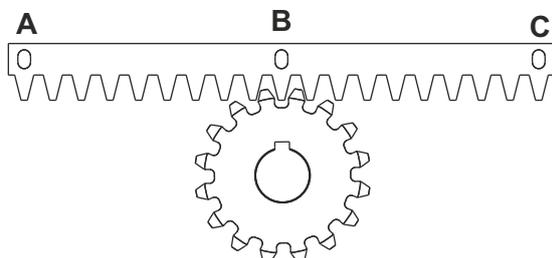
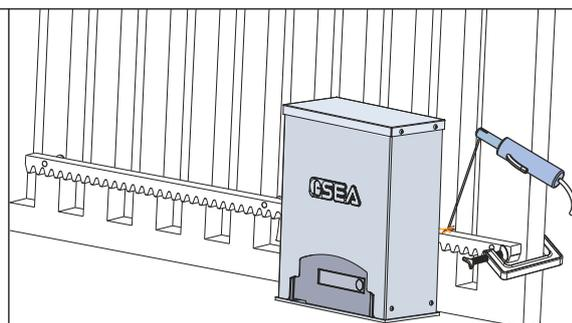

Fig. 9
Fig. 10
5.3. Placer l'élément de crémaillère sur le pignon denté de l'opérateur de façon qu'il soit parallèle à le guide de coulissement au sol; le positionner comme sur la Fig. 9 et souder électriquément le cliquet central **B** à la structure du portail - Fig. 10. Déplacer manuellement le portail jusqu'à ce que le cliquet **C** soit correspondant au pignon, donc le souder électriquément. Effectuer la même opération pour le cliquet **A** après l'avoir mis en correspondance avec le pignon;